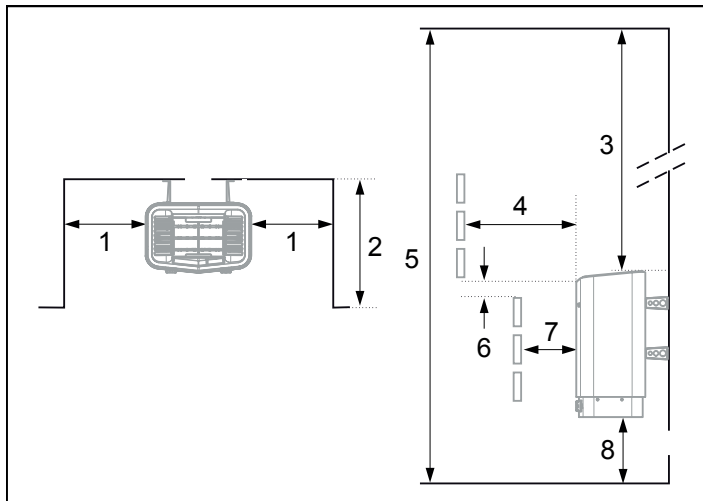

Rysunek 2: Umieszczenie pieca do sauny – montaż standardowy
- W bezpiecznej odległości od podłogi, ścian bocznych i elementów wyposażenia (patrz Rysunek 2).